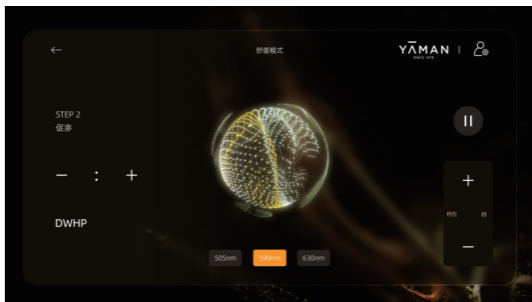

图5-7：舒缓模式-促渗手柄页面
- ②促渗手柄+水凝臻护精华液，护理时长默认10分钟，可调节至最大时长30分钟（如图5-7）。